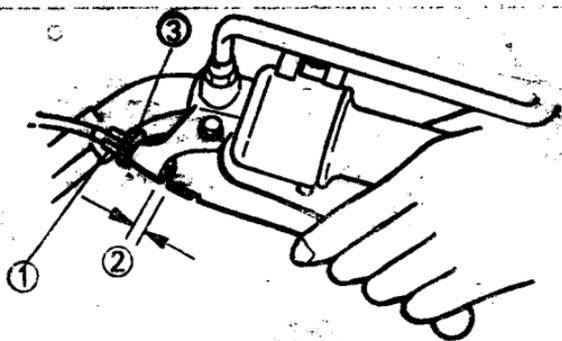

图 1-8
(1) 离合器握把自由间隙的调整
如图 1-8 所示，首先松开锁紧螺母③，旋转螺杆①，调整钢索的松紧，使自由间隙②为 2~3mm 即可。
(2) 离合器片间隙的调整